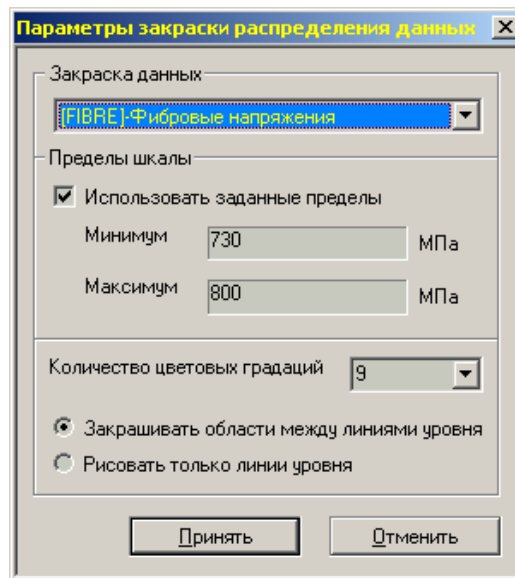

Рис. 7.3.11. Диалоговое окно задания параметров закрашки и цветовой шкалы
1. Выполнить пункт меню "Закраска\Настройка" ("Paint\Setting") или пиктограмму  панели инструментов "Раскраска труб". В результате появится диалоговое окно задания параметров качества закрашки и цветовой шкалы (см. рис. 7.3.11.).
2. Включить флаг (check box) "Использовать заданные пределы" (привести в состояние как показано на рис. 7.3.11.).
3. Задать нижний и/или верхний пределы в соответствующих полях (см. рис. 7.3.11.).